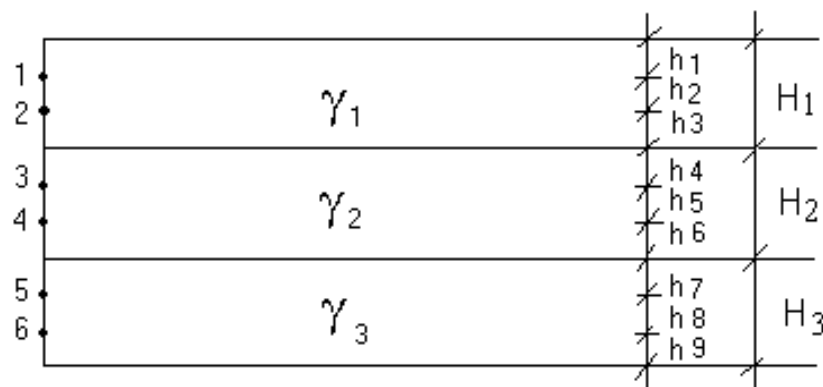

Рис. 1. Деление слоёв грунта на элементарные слои
- каждый из геологических слоев разбивается на три элементарных слоя, с указанием их мощности (рис. 1);
Например, нам необходимо определить среднее значение удельного веса грунта в пятой точке (рисунок 1), рассчитаем